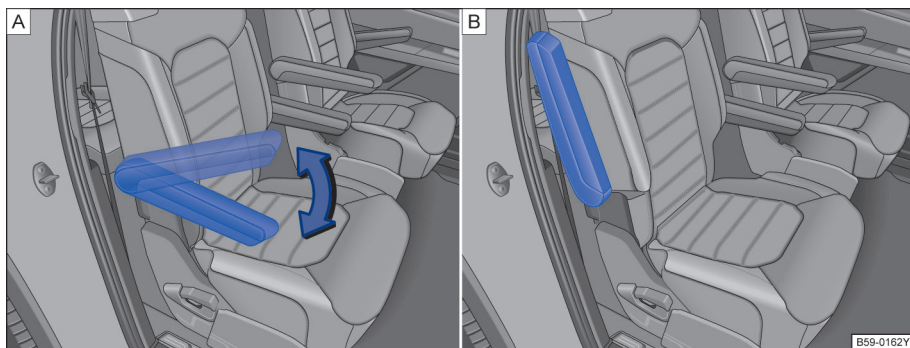

图 110 第二排座椅扶手调节
部分车型的第二排座椅扶手高度可以在一定范围内进行调节。→ 图 110(A)
抬起扶手至较高位置后→ 图 110(B)，即可重新将其放低到最低位置。